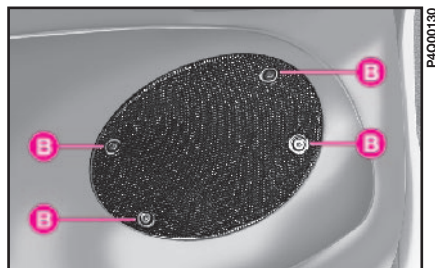

fig. 88
- **fig. 88** altavoz derecho.